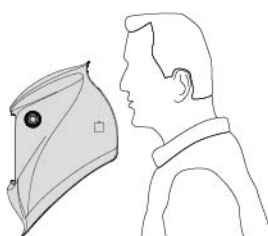

fig. 11
- Orientați carcasa căștii astfel încât partea interioară a acesteia să fie orientată spre pieptul dumneavoastră (consultați fig. 11).